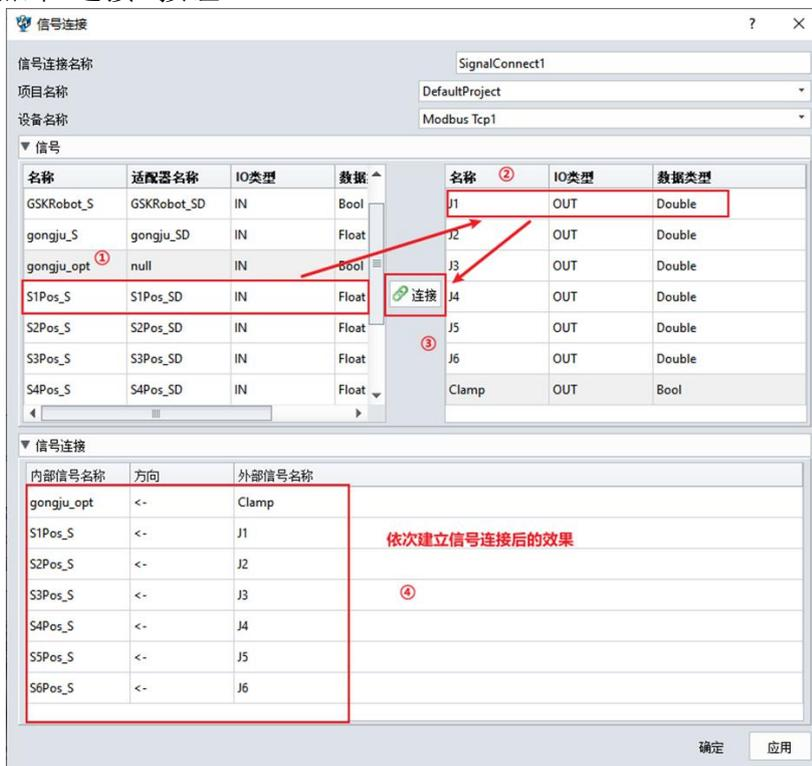

图 12-20: 连接方法
- ◇ 点击左列中的内部信号 "S1Pos_S"。(图 12-20, 点 ①)
- ◇ 点击右列中的外部信号 "J1"。(图 12-20, 点 ②)
- 为所有其余的内部和外部信号对重复这些步骤, 根据图 12-20 中显示的顺